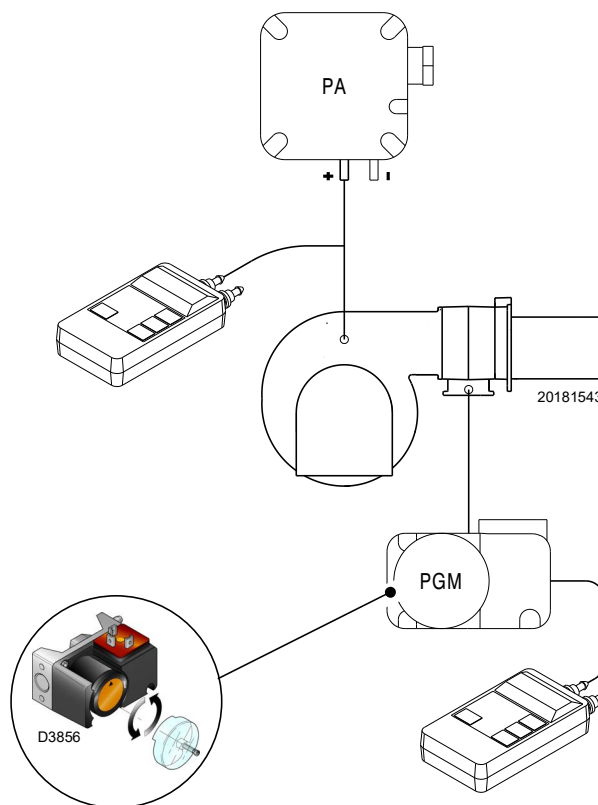

Abb. 29
- Regeln Sie den Maximal-Gasdruckwächter (Abb. 29 auf Seite 34) auf das Skalende.
Die Einstellung des Maximal-Gasdruckwächters ausführen (Abb. 29), nachdem alle anderen Einstellungen des Brenners bei auf das Skalenende eingestellten Maximal-Gasdruckwächter vorgenommen wurden.